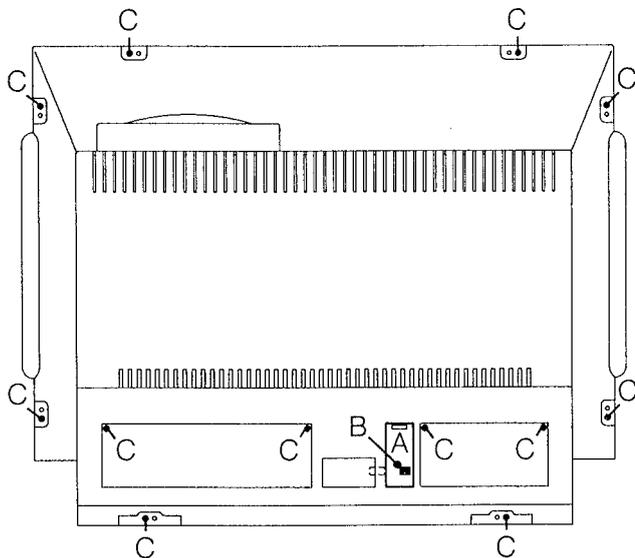

fig. 3.2
1. Dépose de la paroi arrière (Fig. 3.2)